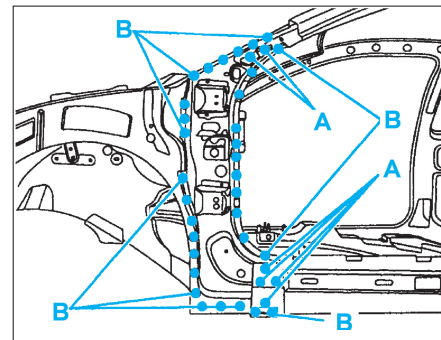
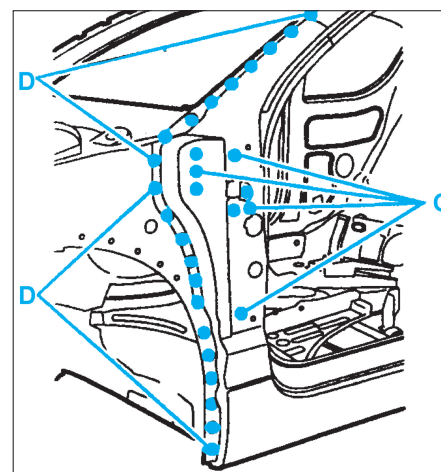

FIG. 52
FIG. 53
- par points bouchons au MIG suivant (A) (Fig.52),
- par points électriques suivant (B) (avec l'équipement AB1),
- par points bouchons au MIG suivant (C) et meuler (Fig.53),